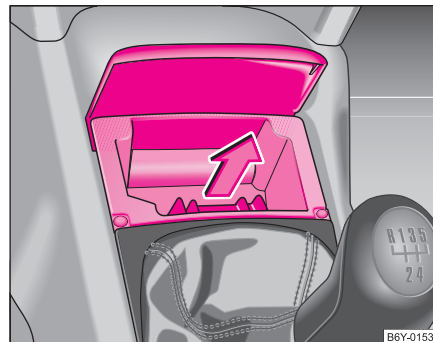

Fig. 70 Consola
- Rabatați capacul scrumierei și scoateți scrumiera în sus, în sensul săgeții ⇒ fig. 70.